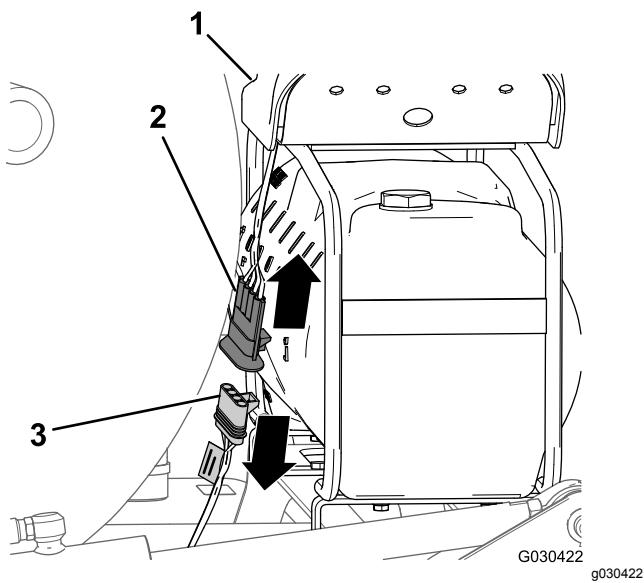

図 4
1. フォームマーカーのタンクの後部にあるコンプレッサ用ハーネスを探し出す (**図 4**)。
2. 車両用の後ワイヤーハーネスの4ソケットコネクタから、コンプレッサ用の4ピンコネクタを外す図 4。